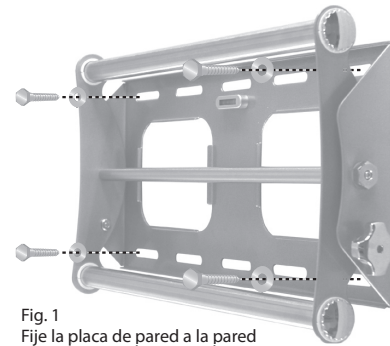

Fig. 1
5. Con la ayuda de otra persona, vuelva a colocar la placa de pared y nivélela utilizando un nivel de burbuja. Fíjela a la pared utilizando los Pernos de fijación (Q) y las Arandelas para pernos de fijación (R) suministrados (Fig. 1).
2. Con la ayuda de otra persona, marque seis (6) ubicaciones para fijar el montaje en la pared.
4. Inserte un Anclaje para concreto (P) en cada uno de los orificios. Puede utilizar un martillo para golpear suavemente los anclajes en su posición, de ser necesario.